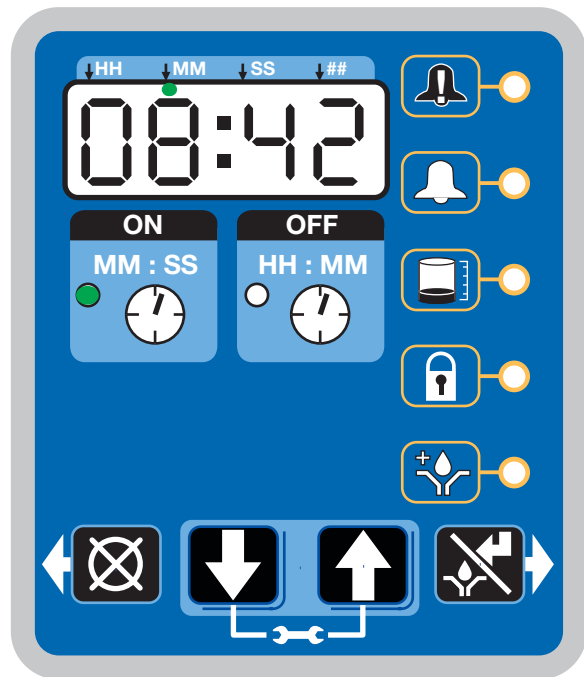

FIG. 33
- Lorsque le compte à rebours du temps d'arrêt arrive à zéro, la pompe de lubrification automatique G5 allume la pompe qui se met en marche pour le cycle de temps de marche programmé (FIG. 33).
- L'exemple illustré à la FIG. 33 montre un temps de marche de 8 minutes et 42 secondes avant la fin du cycle de lubrification.